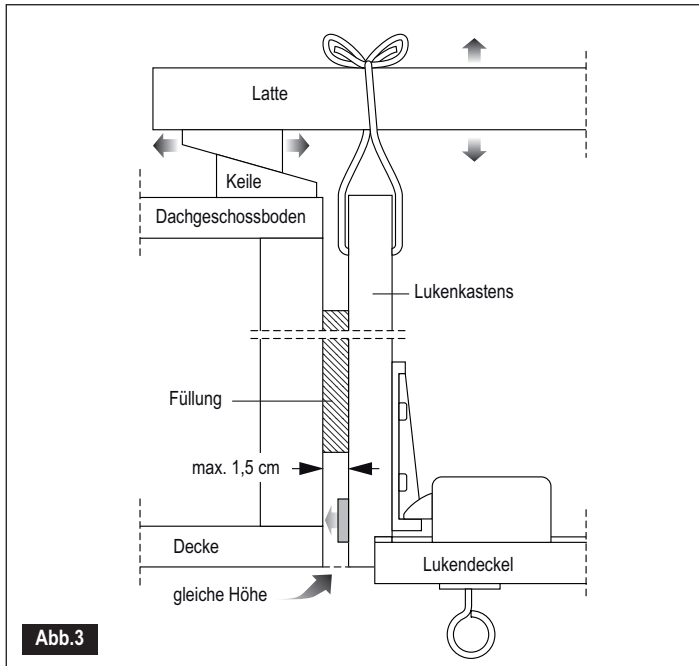

Abb. 3
- Hängen Sie das Ganze in die Deckenöffnung (Abb.3 oder 4). Die Unterkante des Lukenkastens muss mit der Unterseite der Decke übereinstimmen. Wenn das nicht der Fall ist, müssen Sie den Raum auffüllen, indem Sie Füllteile (Keile) zwischen die Latten und den Dachgeschossboden legen, sodass der Lukenkasten auf genau die richtige Höhe eingestellt werden kann. Füllen Sie den verbleibenden Platz zwischen dem Lukenkasten und dem Dachgeschossboden an den Stellen mit Holzteilen auf, an denen diese festgeschraubt werden können (Füllmaterial ist nicht im Lieferumfang enthalten).